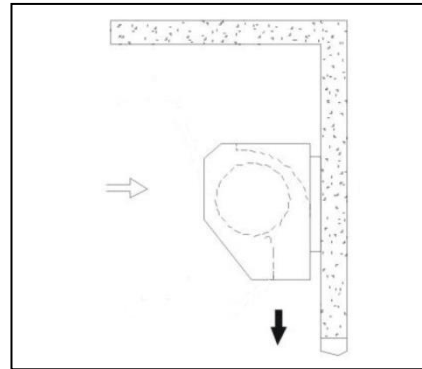

Fig 1
- il y ait un espace libre de 1 m minimum au-dessus du rideau d'air, voir fig. 1.